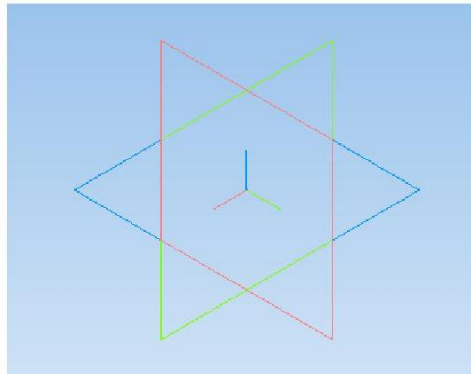

Рисунок 13.3 – Конструктивные плоскости и Начало координат
– Три взаимно перпендикулярные *Конструктивные плоскости* для построения модели и *Начало координат* (рисунок 13.3, в).